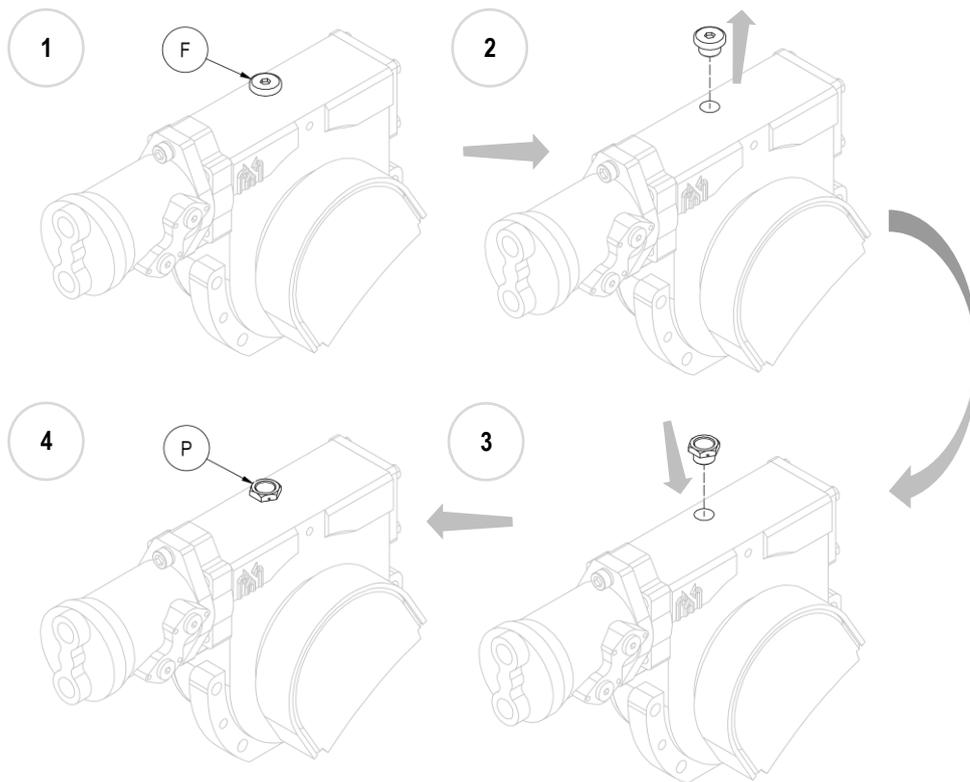

Abbildung 10
11. **Bitte beachten:** Wenn das Gerät montiert ist, müssen Sie vor dem Gebrauch erst den Blindstutzen für die Öleinfüllung aus Eisen (F) mit dem mitgelieferten Füllstutzen aus Kunststoff (P) mit Entlüftungsschraube austauschen (siehe *Abbildung 10*).